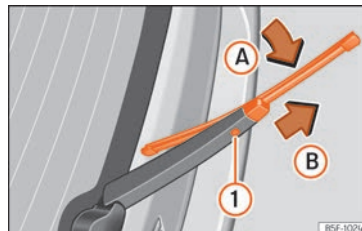

Fig. 86 Cambio de la escobilla de la luneta trasera.
- Rote la escobilla ligeramente »» fig. 86 (flecha A).
- Mantenga presionada la tecla de desbloqueo ① tirando de la escobilla en el sentido de la flecha B.
- Inserte en el brazo limpiacristales una escobilla nueva **de la misma longitud y tipo**, en sentido contrario a la flecha B hasta que encastre la tecla ①.